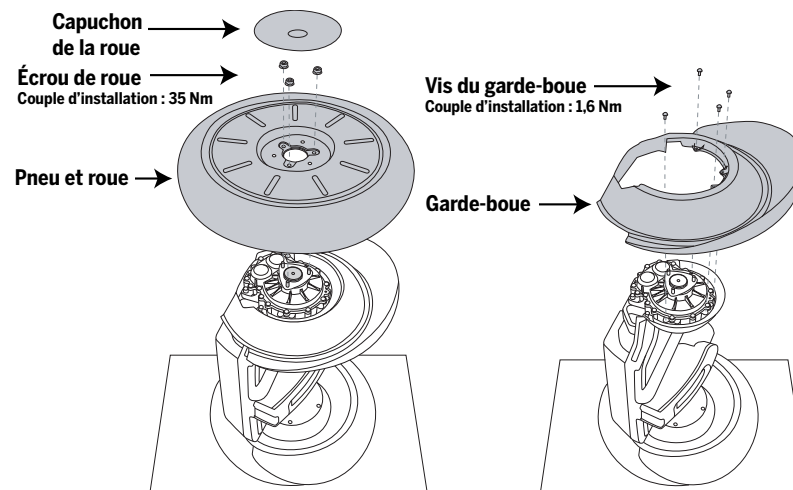
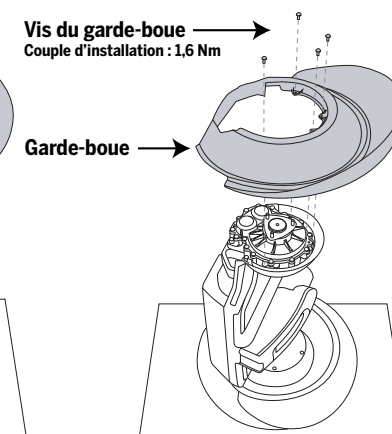

Figure 1. Retrait ou installation de l'ensemble pneu et roue
Figure 2. Retrait ou installation du garde-boue
2. Tip the Segway PT onto its side so the Fender you want to remove is facing up and the other Wheel rests against a clean, smooth surface. See Figure 1.
4. Hold the Wheel to keep it from rotating and remove the (3) Wheel Nuts with a 13mm socket wrench. You will need the (3) Wheel nuts to re-install the wheel.
6. To remove the Fender, use a T20 six-lobe wrench and remove the (4) fasteners which attach the Fender to the Gearbox. Lift off the Fender. See Figure 2.
7. To install the new Fender, position the new Fender so that it aligns with the holes in the Gearbox. See Figure 2.
8. Thread the (4) 11mm long fasteners (included with this kit) through the Fender to the Gearbox. Using a T20 six-lobe wrench, torque to 1.6 N-m (1.2 ft-lbf).
9. To replace the Wheel, place the Tire & Wheel assembly over the 3 threaded posts. See Figure 1.
10. Hold the Wheel to prevent it from rotating and thread on the (3) Wheel Nuts. Using a 13mm socket wrench torque to 35 N-m (26 ft-lbf).
2. Basculez le Segway TP sur le côté de sorte que le garde-boue à démonter soit orienté vers le haut et que l'autre roue repose sur une surface plane et propre. Référez-vous à la figure 1.
4. Maintenez la roue pour l'empêcher de tourner et retirez les (3) écrous de roue avec une clé à douille de 13 mm. Les (3) écrous de roue sont nécessaires pour remettre la roue en place.
6. Pour retirer le garde-boue, retirez, à l'aide d'une clé à six lobes T20, les (4) vis qui maintiennent le garde-boue monté sur la boîte d'engrenages. Soulevez le garde-boue. Référez-vous à la figure 2.
7. Pour monter le nouveau garde-boue, positionnez celui-ci de manière à l'aligner avec les trous pratiqués dans la boîte d'engrenages. Référez-vous à la figure 2.
8. Vissez les (4) vis de 11 mm de long (incluses dans ce kit) dans le garde-boue et la boîte d'engrenages. Serrez les vis à un couple de 1,6 Nm à l'aide d'une clé à six lobes T20.
9. Pour remettre la roue en place, placez l'ensemble pneu et roue au-dessus des trois arbres filetés. Référez-vous à la figure 1.
10. Maintenez la roue pour l'empêcher de tourner et retirez les (3) écrous de roue. Serrez les écrous à un couple de 35 Nm à l'aide d'une clé hexagonale de 13 mm.